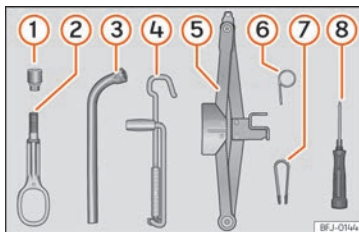

Fig. 72 Dans le coffre à bagages, sous le revêtement du plancher de chargement : outillage de bord.
- Encastrer la pince en plastique (outillage de bord » » » **fig. 72** ⑦) sur le capuchon jusqu'à ce qu'elle s'emboîte » » » **fig. 73**.
- Dévissez entièrement les boulons de roue préalablement desserrés à l'aide du six pans creux situé dans le manche du tournevis » » **fig. 72** et placez-les sur un support propre.